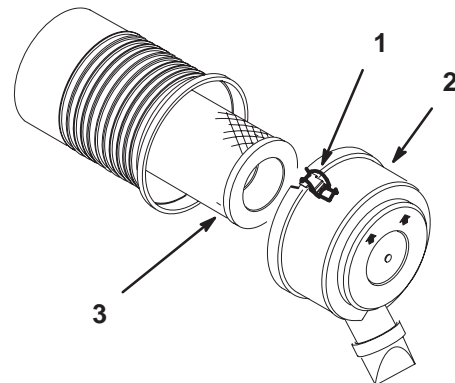

Figure 39
4. Nettoyez la surface autour du filtre à air pour éviter que des impuretés ne s'introduisent dans le moteur et l'endommagent. Desserrez les clips de blocage et déposez le couvercle du filtre à air (Fig. 39).
5. Sortez le filtre de son logement avec précaution (Fig. 39).
1. Insérez l'élément dans son logement avec précaution (Fig. 39).
2. Placez le couvercle du filtre à air dans le logement et verrouillez les clips de blocage (Fig. 39).